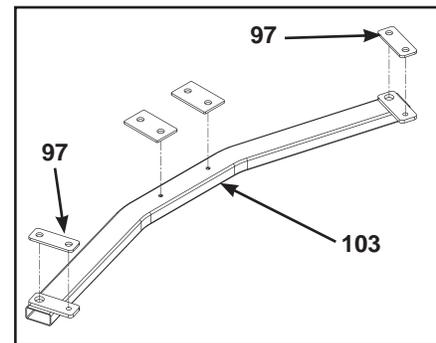

Figure 2
- B. Déployez l'un des stabilisateurs (n° 103) de sorte que la partie inférieure soit orientée vers le haut. Reportez-vous à la figure 2.
- C. Retirez l'endos des deux talons de surélévation et installez les deux talons 2 x 5,25 (n° 97) tel qu'illustré à la figure 2.